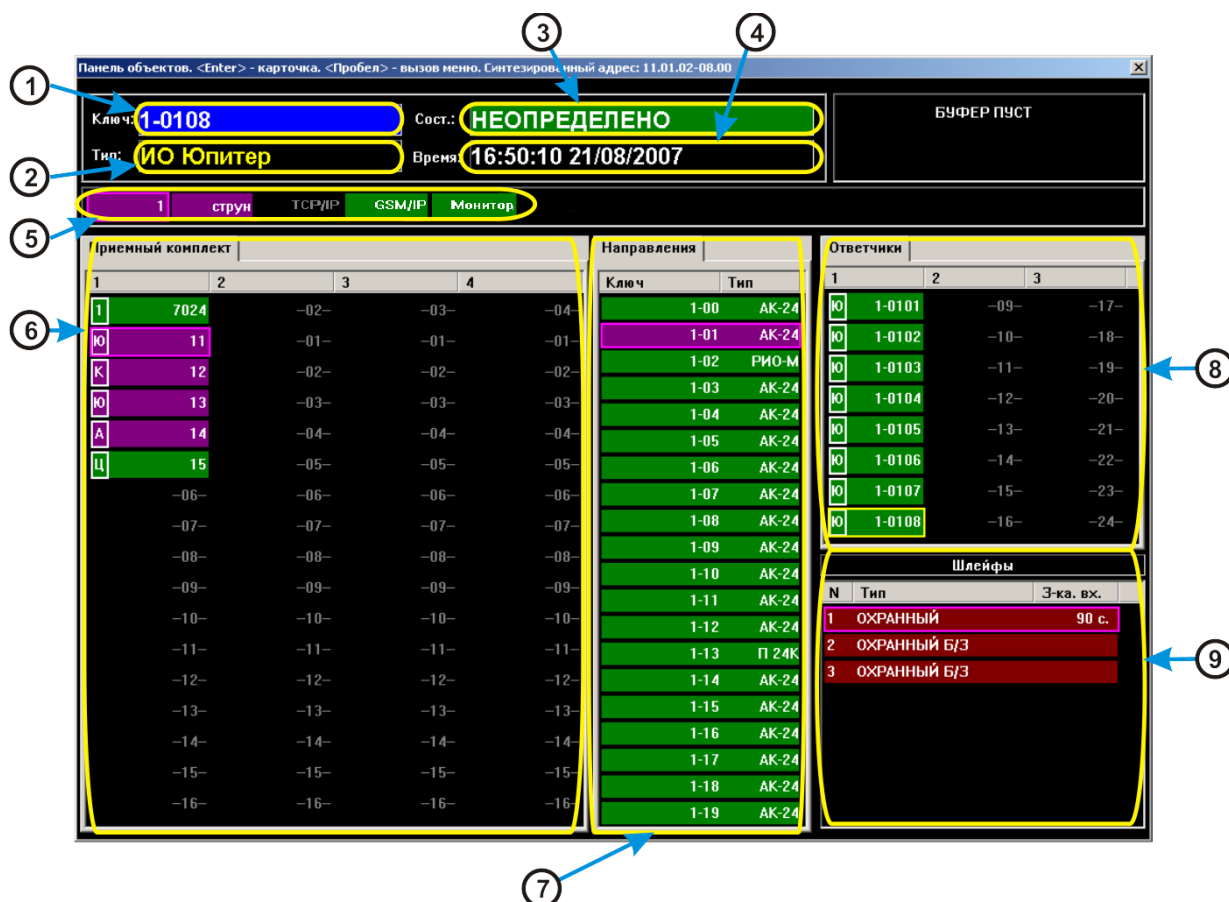

Рисунок 3.35. Панель объектов
**Панель объектов** является основным инструментом конфигурирования оборудования СПИ «Юпитер» (рисунок 3.35). Панель служит для добавления, удаления, настройки и конфигурирования устройств, позволяет задать аппаратные связи между устройствами.